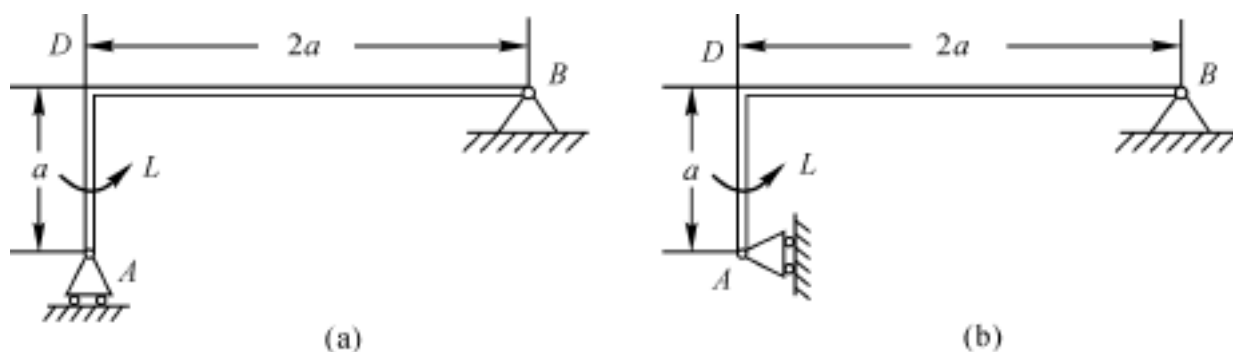

图 1.8
3. 如图 1.8 所示, 一力偶矩为 L 的力偶作用在直角曲杆 ADB 上。若此曲杆由两种不同方式支承, 求每种支承的约束反力。